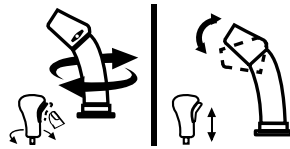

Figura 59
- Para cambiar la dirección en la que se arroja la nieve, oprima el botón del control y gírelo hacia la derecha o izquierda (Figura 59).